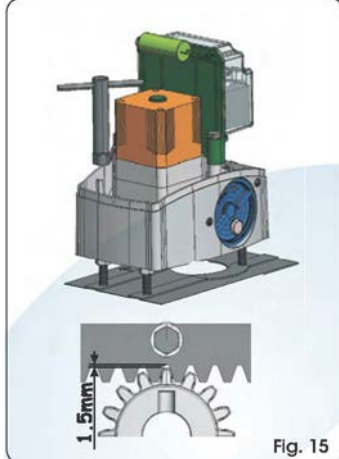

Fig. 15
- Odată terminată instalarea cremalierii, pentru a garanta un angrenaj corect cu pinionul, trebuie micșorată poziția motoreductorului cu circa 1,5 mm (Fig. 15).